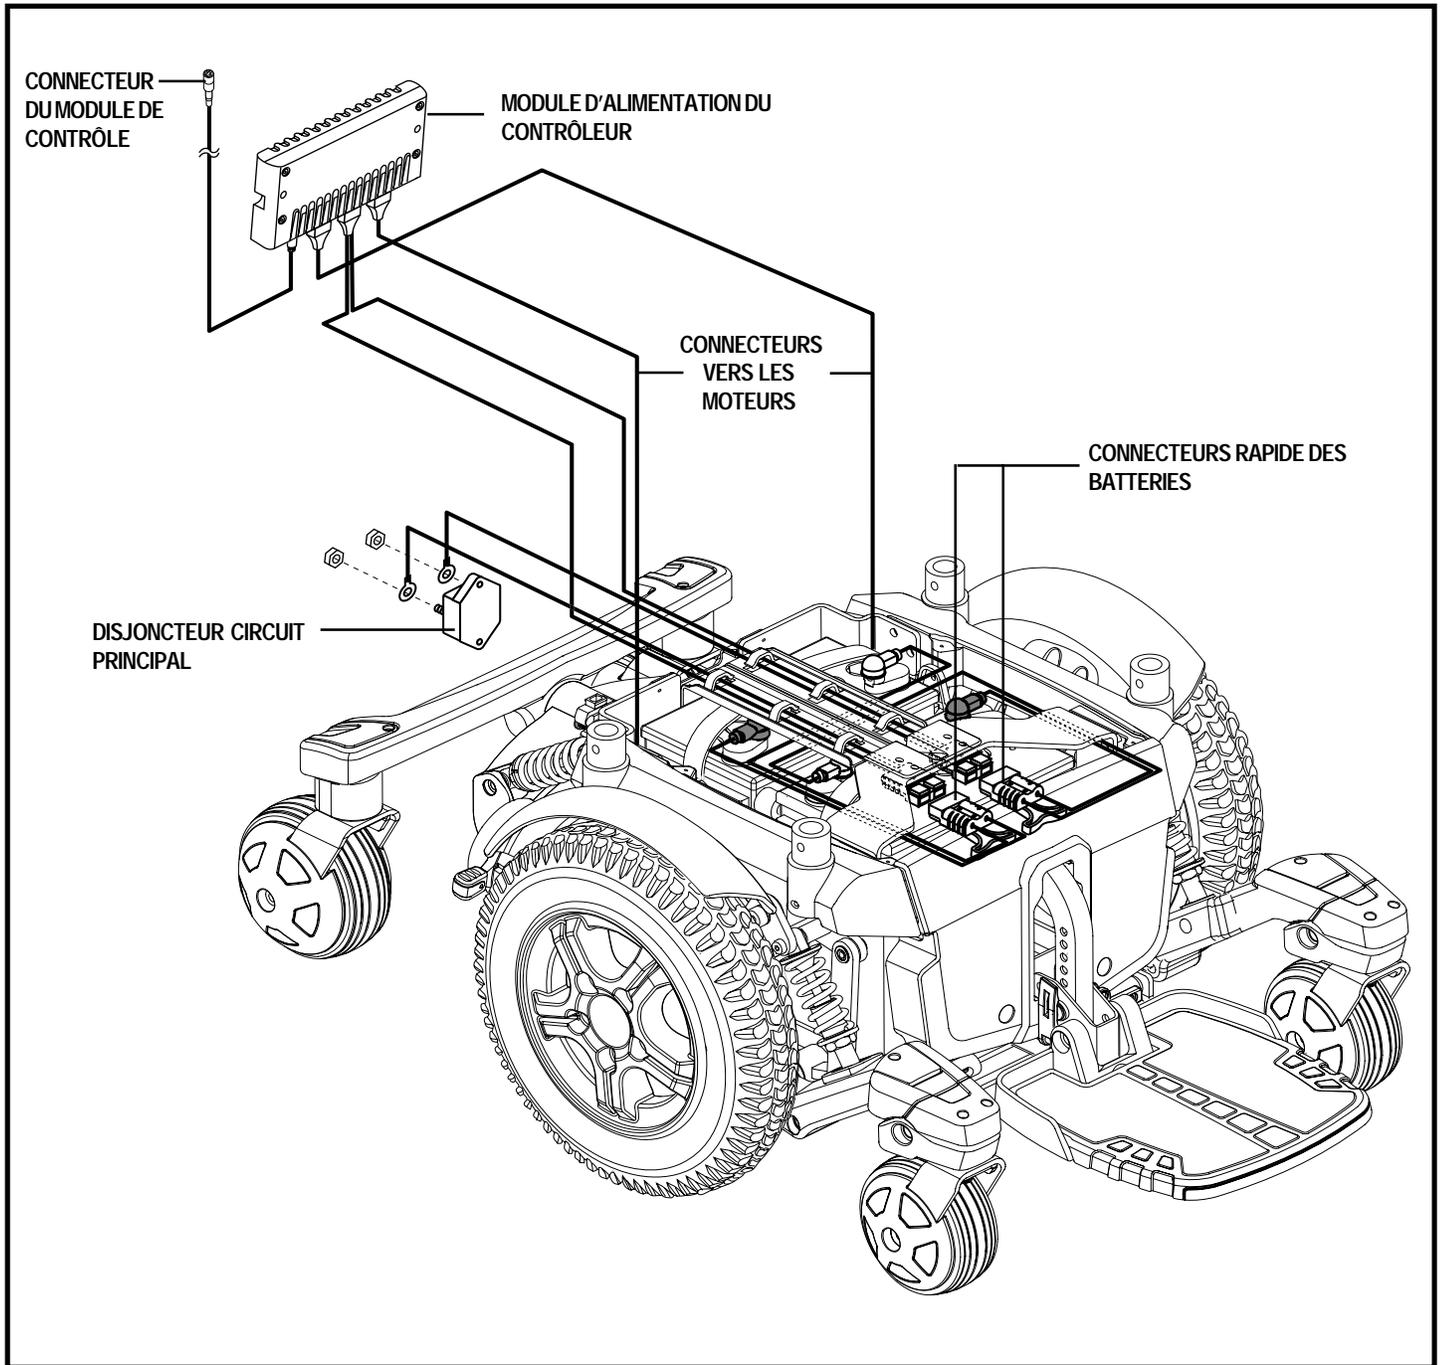

Figure 7. Composantes électroniques du Quantum 6000
Les composantes électriques sont le contrôleur, les batteries et les moteurs. Les batteries, les moteurs et le module d'alimentation du contrôleur (si équipé) sont situés sur la base motorisée. Le contrôleur est situé sur le module de siège. Les composantes sont reliées entre-elles à l'aide de un ou plusieurs câbles. Voir la figure 7.
6. Branchez le/les connecteurs du contrôleur dans la base motorisée. Voir la figure 7.
4. Débranchez le/les connecteur(s) du contrôleur de la base motorisée. Voir la figure 7.